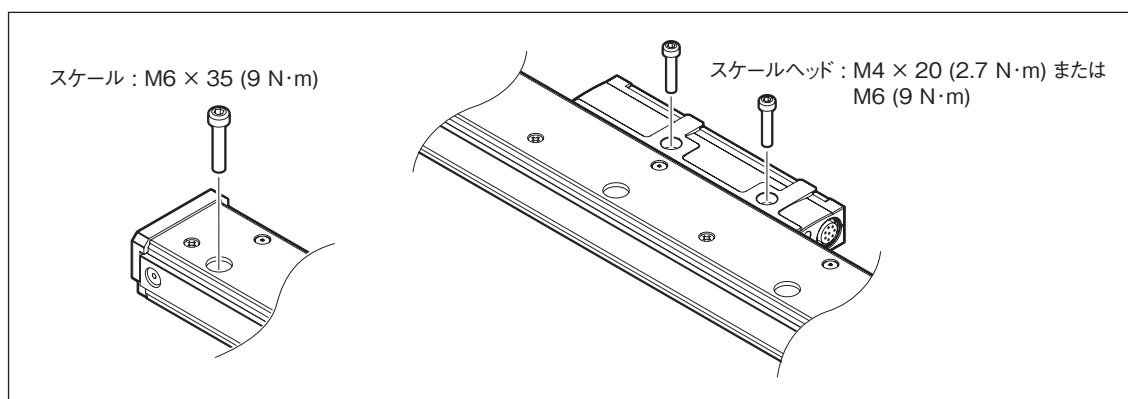

図 3-3
- ・ スケール取付けねじは、一度に締めず、仮締めをし、平行度を出してから規定トルク（図 3-3 参照）で締付けてください。